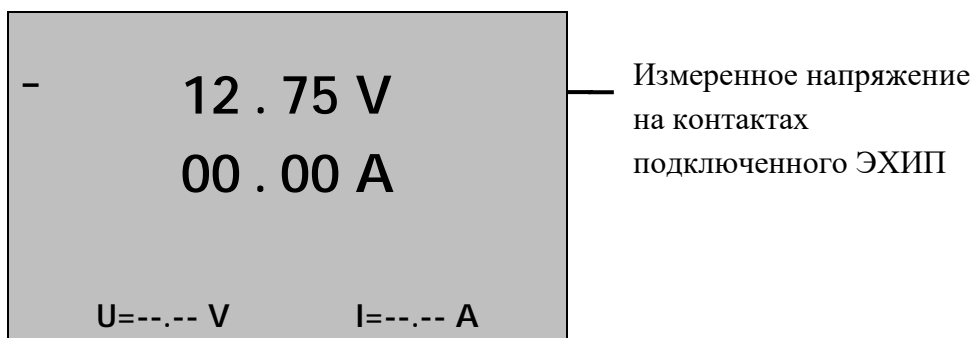

Рисунок 3.2
3.2.2 После подключения ЭХИП к активатору на дисплее активатора будет отображено измеренное напряжение на контактах ЭХИП (рисунок 3.2).